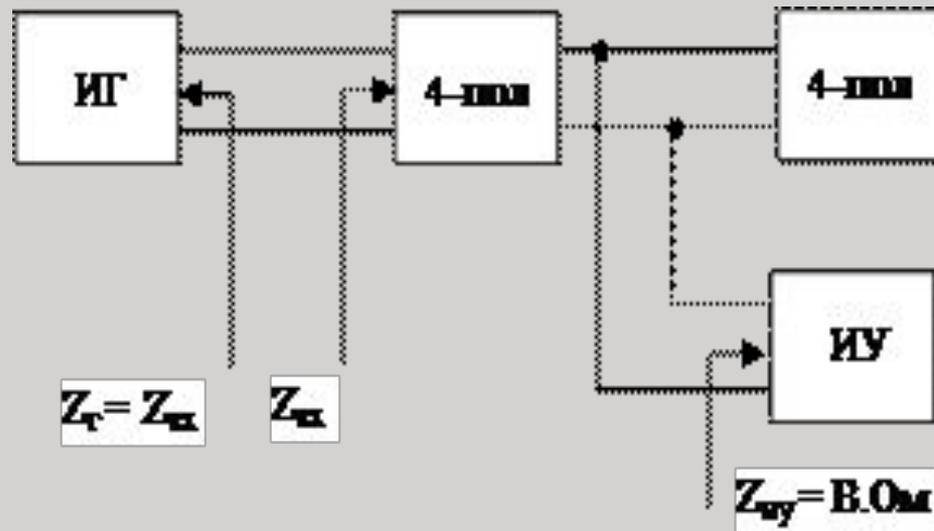

Рис.1. Схема измерения уровня при параллельном подключении ИУ
1. Подключение ИУ высокоомным входом **параллельно** тракту передачи, при этом нагрузкой предшествующего четырехполюсника (4-пол) служит входное сопротивление последующего (рис.1).